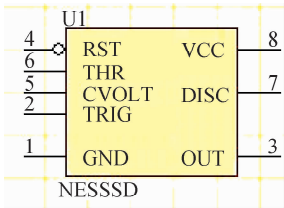
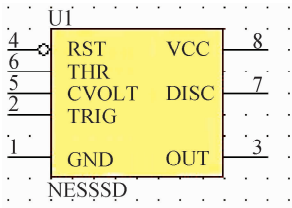

图 2.18 线状格点
图 2.19 点状格点
Protel DXP 提供了两种格点，即“Lines”（线状格点）和“Dots”（点状格点），分别如图 2.18 和图 2.19 所示。
(2) 在“Grid Options”选项区域中，“Visible Grid”选项的下拉列表中有两个选项，分别为“Line Grid”和“Dot Grid”。如选择“Line Grid”选项，则在原理图图纸上显示如图 2.18 所示的线状格点；如选择“Dot Grid”选项，则在原理图图纸上显示如图 2.19 所示的点状格点。
(3) 在“Color Options”选项可以进行格点颜色设置。